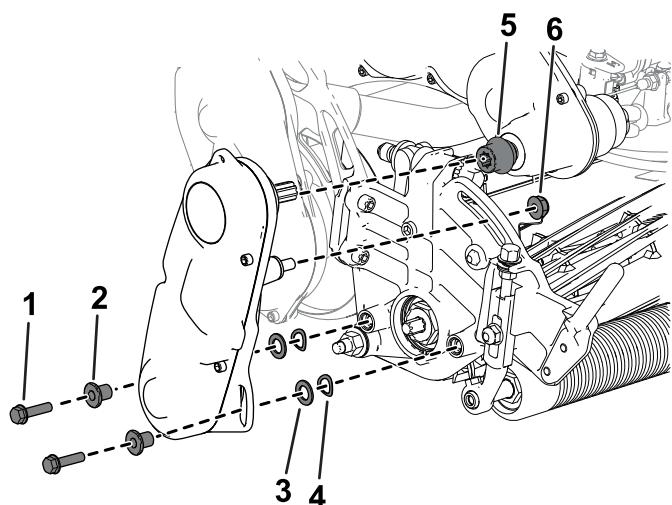

Figura 42
6. Utilice los tornillos, las arandelas y los espaciadores que retiró anteriormente para sujetar el conjunto de transmisión del molinete a la chapa lateral de la unidad de corte (Figura 42).
Asegúrese de que el árbol de transmisión del molinete está instalado en el acoplamiento del árbol de transmisión (Figura 42).